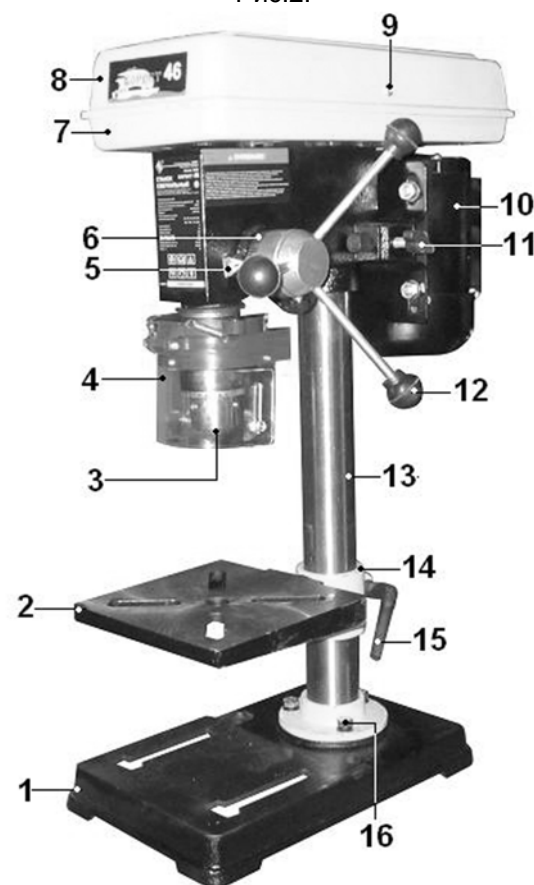
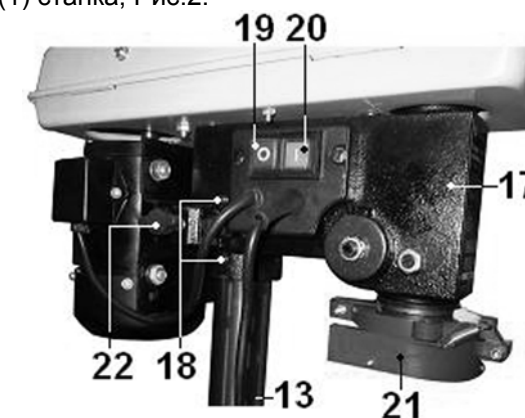
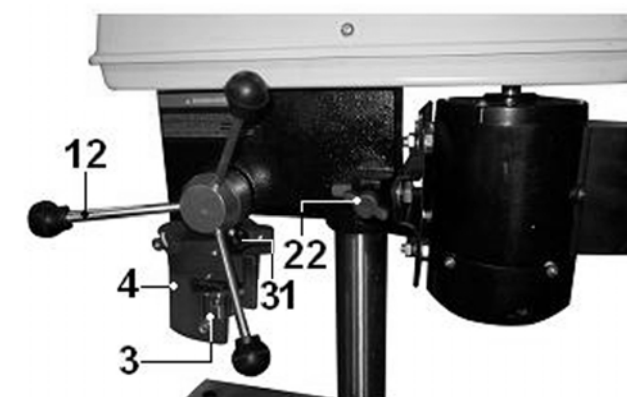

Рис.2:
Рис. 3
Рис. 4
- трещины металлоконструкции шпиндельной головки (17), Рис. 4;
9.1. Установите на ровную прочную поверхность верстака основание (1) станка, Рис.2.
9.2. Установите на основание (1) колонну (13), Рис.2 и закрепите колонну (13) на основании (1) тремя прилагаемыми болтами (16), Рис.2.
9.3. Установите рабочий стол (2) в сборе с муфтой (14) на колонну (13). Положение рабочего стола (2) по высоте зафиксируйте болтом (15) разрезной муфты (14), Рис.2.
9.4. Аккуратно установите на колонну (13) шпиндельную головку станка (17), Рис.3, предварительно ослабив винты фиксации (18), Рис.3. Поворачивая шпиндельную головку (17) на колонне (13), Рис.3, убедитесь, что она «села» до упора. Положение шпиндельной головки зафиксируйте винтами фиксации (18), Рис.3.
9.5. Установите ручки подачи (12), Рис.2,4. Убедитесь, что шпиндель подается этой ручкой на всю глубину и легко возвращается в исходное положение.
9.6. Установите сверлильный патрон (3), Рис.2, 4, на шпиндель станка (предварительно необходимо удалить с его поверхности смазку, а также очистить от смазки внутреннюю посадочную поверхность сверлильного патрона (3), Рис.2, 4). Закрепите сверлильный патрон (3), Рис.2, 4, на шпинделе легкими ударами молотка через деревянный брусок, кулачки сверлильного патрона (3) при этом должны быть сведены.
9.9. Перемещая шпиндель за ручку (12), Рис.4, проверьте плавность хода шпинделя, Рис.4. Установочный винт (25) с контргайкой (26) предназначен для предотвращения проворачивания шпинделя. Если перемещение происходит не плавно или для перемещения нужно приложить усилие – необходимо произвести регулировку положения винта (25), предварительно ослабив контргайку (26). По окончании регулировки закрепите положение контргайкой (26).
10.2. Перед тем как включить станок проверьте надёжность закрепления верхнего кожуха (8) винтом (9), Рис.2. Ключ к сверлильному патрону **не должен оставаться** в сверлильном патроне (3), Рис.2. Режущий инструмент (сверло) в сверлильном патроне (3) должен быть хорошо закреплён. Если режущий инструмент (сверло) не установлен, то кулачки сверлильного патрона (3) должны быть сведены.
10.3. Станок оснащен магнитным пускателем, предотвращающим самопроизвольное включение после отключения питания, Рис.3. Включение станка производится нажатием на зелёную кнопку (20), отключение станка производится нажатием на красную кнопку (19), Рис.3.
10.4. Контроль глубины сверления «глухих» отверстий производится по шкале (6) и указателю (5), Рис.2.
Регулировка (ограничение) глубины сверления производится винтом (31), Рис.4.
10.5. Установка высоты рабочего стола (2) задается перемещением разрезной муфты (14) по колонне (13). Перед изменением положения разрезной муфты (14) на колонне (13) необходимо ослабить её положение ручкой болта фиксации (15). После установки рабочего стола (2) на необходимую высоту ручкой болта
фиксации (15) надёжно закрепите положение разрезной муфты (14), Рис.2.
10.6. При открытии верхнего кожуха (8) ременной передачи, Рис.2,8, произойдет размыкание конечного выключателя (37), и станок отключится. Включение станка возможно только после закрытия верхнего кожуха (8) ременной передачи, Рис.2,8 и нажатия на зеленую кнопку включения (20), Рис.3. (см. п.10.3.). Если станок не включается, выполните регулировку положения кулачка (38).
**ВНИМАНИЕ:** Запрещается принудительно блокировать конечный выключатель (37).